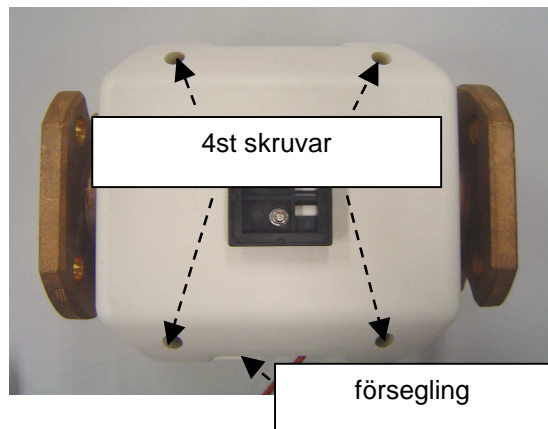

Fig. 12
- Ta bort försegling (se fig. 12)
- Skruva loss de 4 skruvarna (se fig. 12)
- Sätt tillbaka förseglingen (se fig. 12)